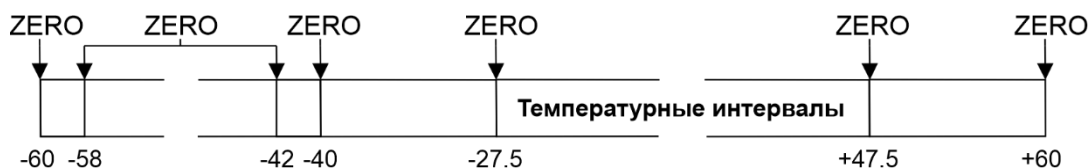

Рис. 17. Схема записи температурных коэффициентов
5. Для каждой полученной точки (см. Рис. 17), когда температура стабилизировалась, послать команду <ZERO>, при помощи которой в память датчика запишется пара значений: температурное значение в отсчётах АЦП и значение S_t (см. Табл. 18).